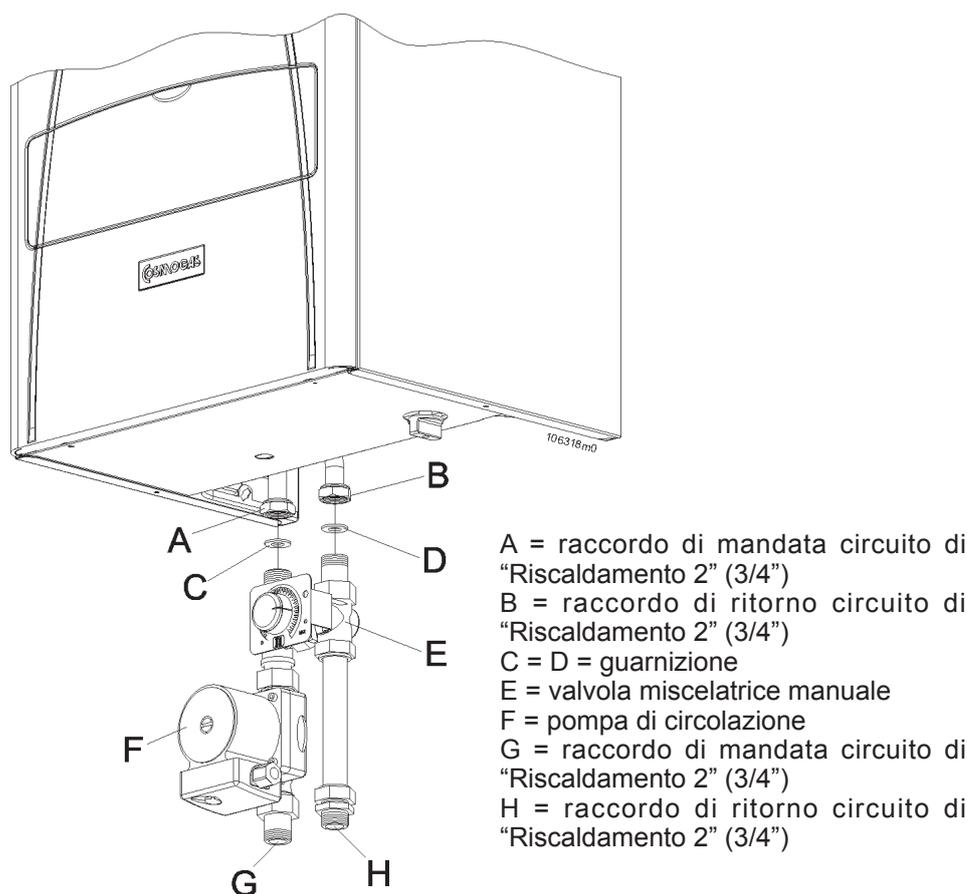
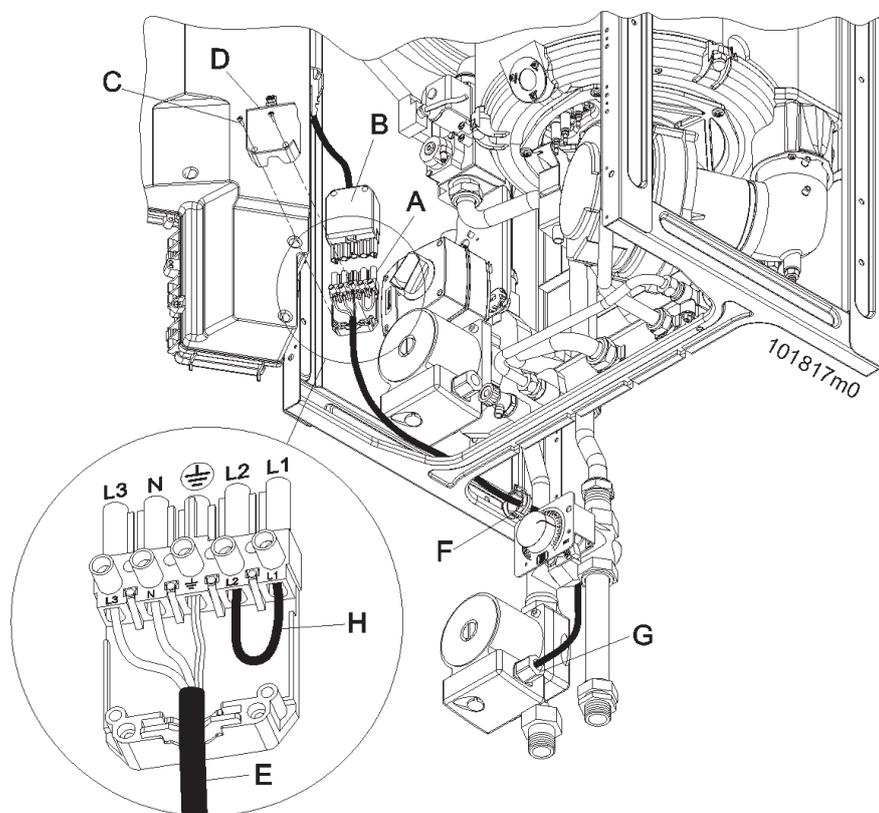

Figura 18 - Installazione circuito di "Riscaldamento 2" nella configurazione più completa, tipo AV
Figura 19 - collegamento del circuito di "Riscaldamento 2"
E' composto da due tubi di mandata e ritorno al riscaldamento collegati a monte della valvola miscelatrice del circuito di "Riscaldamento 1". Per questo motivo la temperatura di mandata è indipendente dalla temperatura del circuito di "Riscaldamento 1" ed è fissa alla temperatura di lavoro del corpo caldaia (fra 55°C e 80°C). Se si desidera alimentare i radiatori a temperature più basse è possibile l'installazione di una valvola miscelatrice manuale (figura 18 particolare "E"). Il controllo della temperatura dell'ambiente asservito dal circuito "Riscaldamento 2" può essere fatto da un termostato ambiente collegato nell'apposito connettore di figura 19 particolare "H".
- "Riscaldamento 2" tipo A, composto dai soli raccordi "A" e "B" di figura 18 (per interassi vedi figura 7)
- "Riscaldamento 2" tipo AP, composto dai raccordi "A", "B" e dalla pompa "F" di figura 18 (per interassi vedi figura 7)
- "Riscaldamento 2" tipo AV, composto dai raccordi "A", "B", dalla pompa "F" e dalla valvola miscelatrice manuale "E" di figura 18 (per interassi vedi figura 7).
Per il collegamento elettrico fare riferimento alla figura 19 e procedere nel seguente modo:
Per l'allacciamento del cavo del termostato ambiente, procedere come di seguito (fare riferimento alla figura 19):
ATTENZIONE !!! Essendo i cavi del sensore di temperatura "17" di figura 19, sottoposti a bassissima tensione di sicurezza (24Vcc), devono scorrere in condotti diversi dal cavo di alimentazione della pompa "16" di figura 19, il quale è in 230Vac.